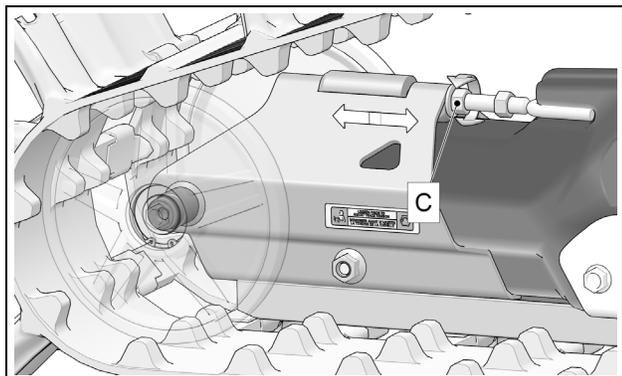

Figure 15
Tourner l'écrou d'ajustement de tension (C) dans le sens horaire ou antihoraire pour régler la chenille à la tension recommandée. Figure 15.